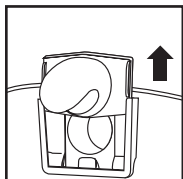

FIGURA 28
40. Retire el deflector de entrada de la guía del deflector. **FIGURA 28. NOTA:** Debe retirar la manguera antes de poder sacar el deflector de entrada.